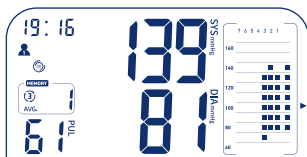

Figure 5
- Si la dernière mesure effectuée était une triple mesure, la valeur moyenne de celle-ci s'affiche en indiquant « AVG. » et le symbole de triple mesure. La valeur moyenne pour une triple mesure est calculée à partir des deux dernières mesures. Le résultat de la première mesure est rejeté lors du calcul. Le graphique à barres affiche la valeur moyenne de la triple mesure dans la colonne de droite. Dans les colonnes 1-3, vous pouvez voir les résultats des mesures individuelles (Figure 5).